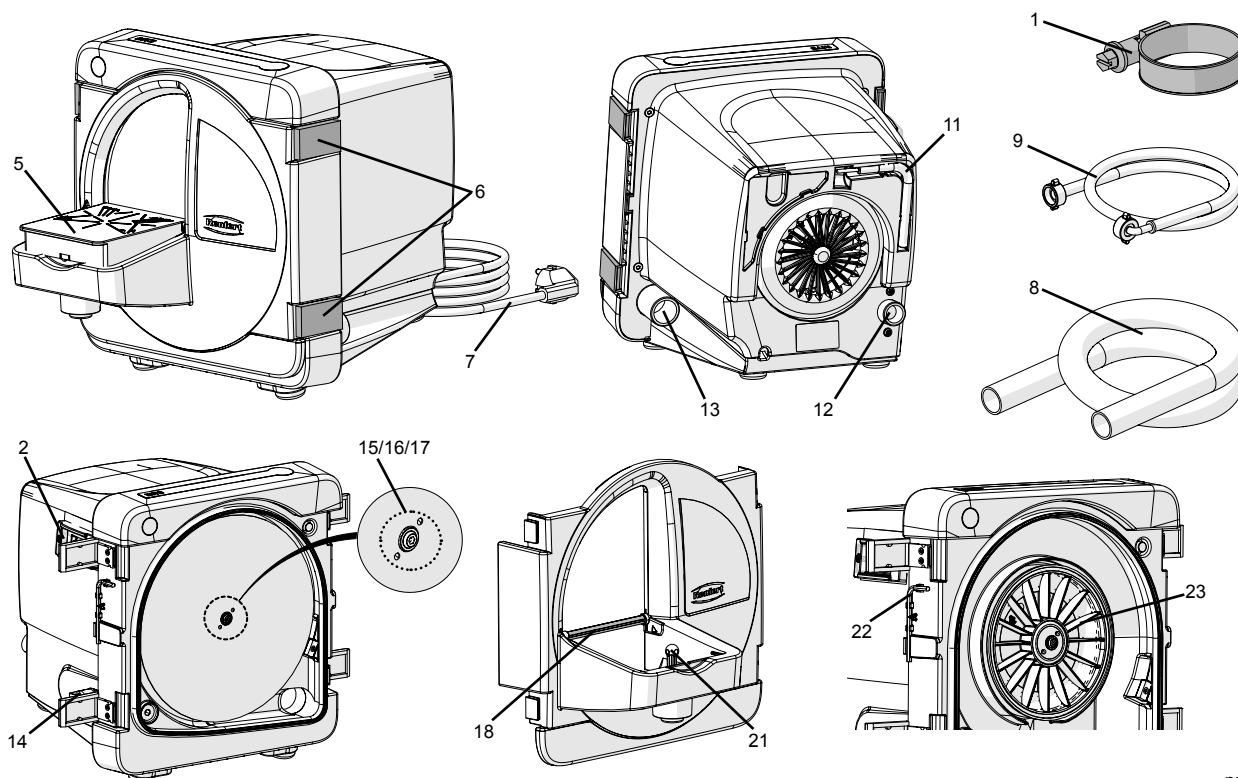

рис. 1
- Вставьте сетевую вилку в розетку (7, рис. 1, 2).